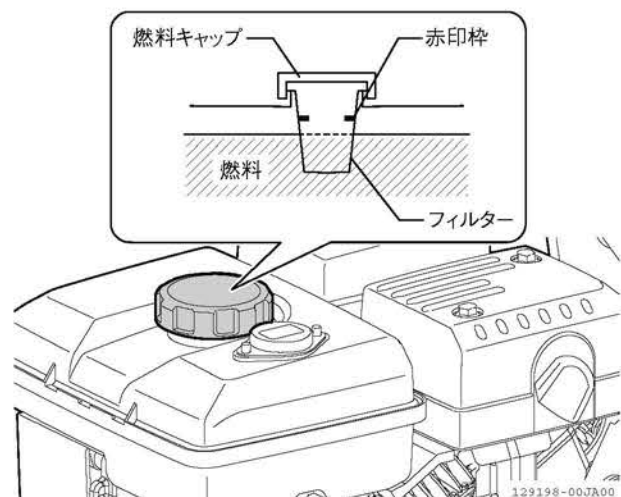

図 4-20 燃料の残量確認
4. 燃料が不足している場合は、フィルターの赤印枠まで補給します。(図 4-20)